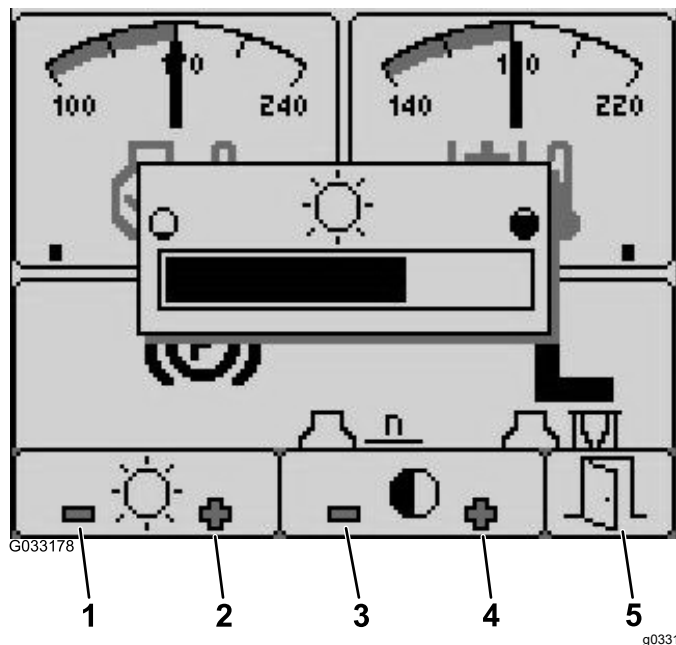
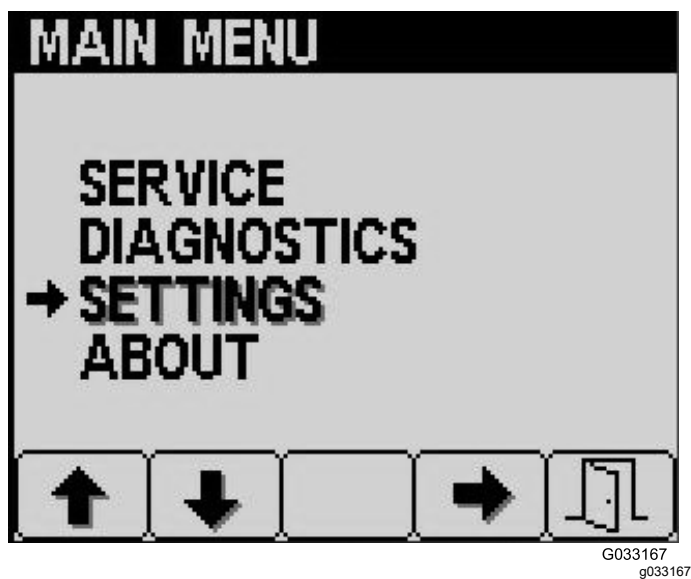

Bild 19
Bild 18
8. Verlassen Sie das Menü durch Auswahl der Schaltfläche EXIT (Tür-Symbol) (Bild 18 oder Bild 19).
1. Drücken Sie die Taste 5 auf dem Startbildschirm, um auf die eingblendete Menüleiste „Brightness/Contrast“ anzuzeigen (Bild 19).
2. Scrollen Sie nach oben oder unten zum Menüpunkt SERVICE im Hauptmenü (Bild 18).
2. Drücken Sie Taste 1, um die Helligkeit zu verringern; Taste 2, um die Helligkeit zu erhöhen; Taste 3, um den Kontrast zu verringern und Taste 4, um den Kontrast zu erhöhen (Bild 19).
3. Drücken Sie nach dem Einstellen der Helligkeit bzw. des Kontrasts Taste 5, um sich abzumelden (Bild 19).